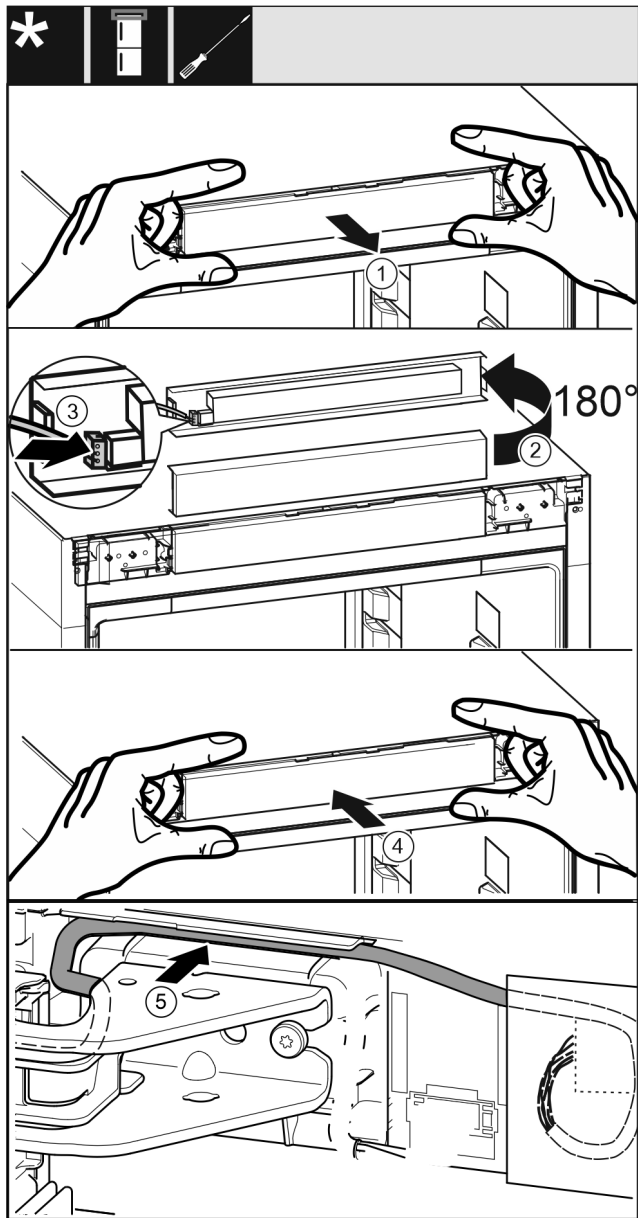

Fig. 43
- ▶ Atsargiai išimkite valdymo skydelį. Fig. 43 (1)
- ▶ Pasukite gaubtą 180° į viršų. Fig. 43 (2)
- ▶ Užfiksuokite kištuką valdymo skydelyje. Fig. 43 (3)
- ▶ Vėl užfiksuokite valdymo skydelį prietaise. Fig. 43 (4)
- ▶ Pilką kabelį atsargiai įdėkite į kreipiamąją, esančią virš atraminės gembės. Fig. 43 (5)